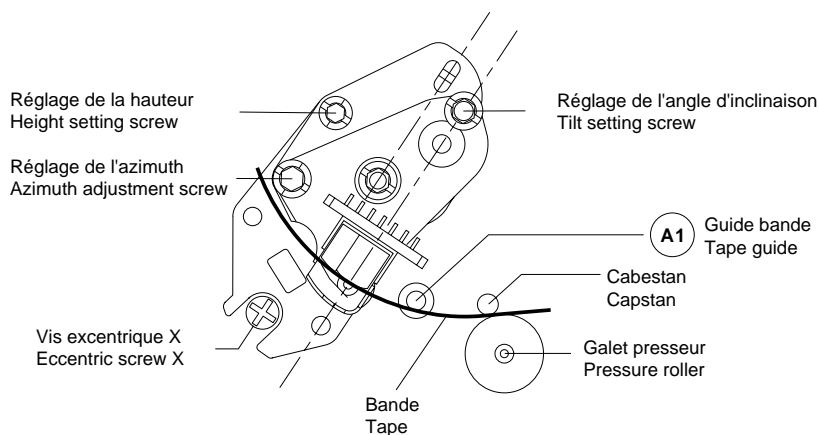

Fig. 25
- A l'aide de la vis de réglage de l'angle d'inclinaison (Fig. 25) bien ajuster le bord inférieur de la bande au ras de l'épaulement inférieur du guide bande "A1" (la bande ne doit pas être en appui sur son bord inférieur).
- By means of the tilt angle adjusting screw (Fig. 25) move the tape until the lower edge just touches the tape guide "A1" (the lower edge of the tape must not bend).
- A l'aide de la vis de réglage de hauteur, régler la tension de sortie au maximum (Fig. 25).
- A l'aide de la vis de réglage d'azimut, régler la tension de sortie au maximum (Fig. 25).
- A l'aide de la vis excentrique (Fig. 25), régler le signal "TRIV" au maximum (couplage DC).
- Adjust for maximum output voltage with the height adjustment screw (Fig. 25).
- Adjust to maximum output voltage with the azimuth adjustment screw (Fig. 25).
- With the eccentric screw (Fig. 25) adjust the "TRIV" signal to maximum voltage (DC-coupling).